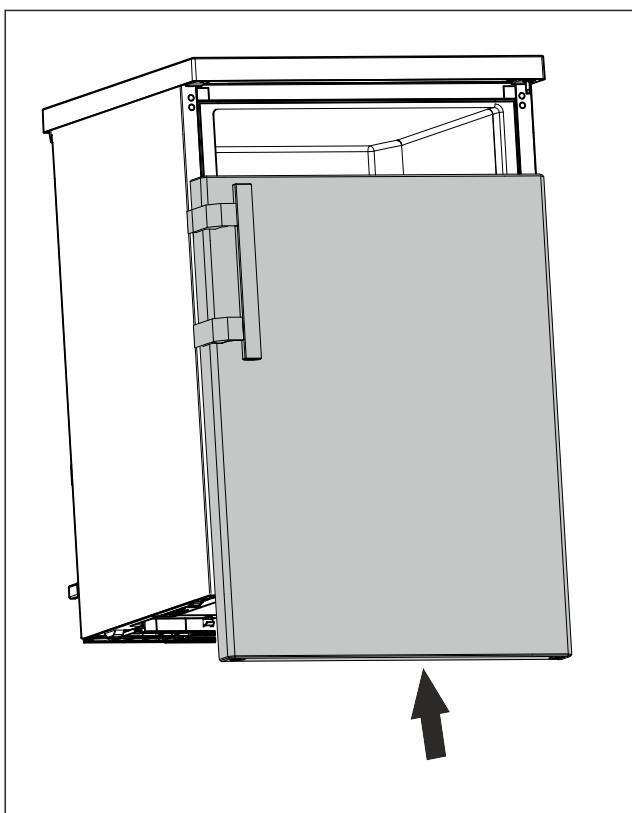

Fig. 19
- Vrata v zaprtem stanju potisnite na zgornji sornik. (glejte Fig. 19)